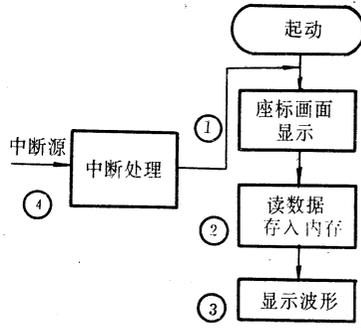

图 4 主流程图
2. 软件部分。软件部分由 4 个功能模块组成。即座标画面显示部分;读数据存入内存部分;波形显示部分及中断处理部分,见图 4。